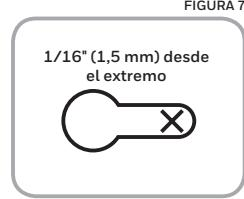

FIGURA 7
- Perfore previamente los orificios en la superficie de montaje con una broca de 1,5 mm (1/16") si la madera es blanda, o con una broca de 2,4 mm (3/32") si la madera es dura. Atornille los tornillos de 16 mm (5/8") provistos en el artefacto de montaje a la superficie de montaje hasta que quede un espacio aproximado de 1,5 mm (1/16") entre la cabeza del tornillo y la superficie (ver Figura 7).
- Enchufe el conector de 3 pinos del cable de alimentación en el punto de conexión correspondiente del controlador LED (ver Figura 7).